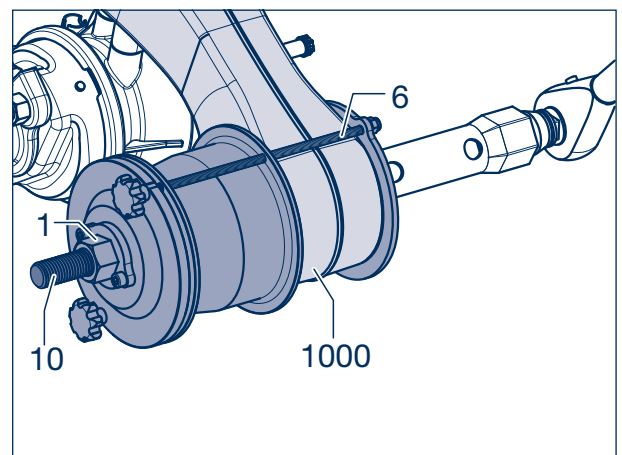

Figure 5
- [19] Desserrer les tiges filetées (6) jusqu'à ce que le dispositif puisse être poussé par l'avant jusqu'à dépasser la tête du bras de guidage (1000). La trémie d'insertion (5) repose sur l'anneau (7).
- [20] Monter le dispositif d'insertion de sorte que le diamètre de centrage du disque de traction (4) se trouve dans l'œil du bras de guidage.
- [21] Serrer légèrement les tiges filetées (6).
- [22] Appliquer une bonne couche de graisse lubrifiante et de montage à haute résistance (ex.: STABURAGS NBU30 PTM) sur la tige de traction (10) et sur l'écrou (1, surplat 36, cf. figure 5).
- [23] Mettre les rondelles (9) et le support de traction (8) sur la tige de traction.
- [24] Placer la douille en acier-caoutchouc (1005), avec la flèche en haut, dans la trémie d'insertion (5).